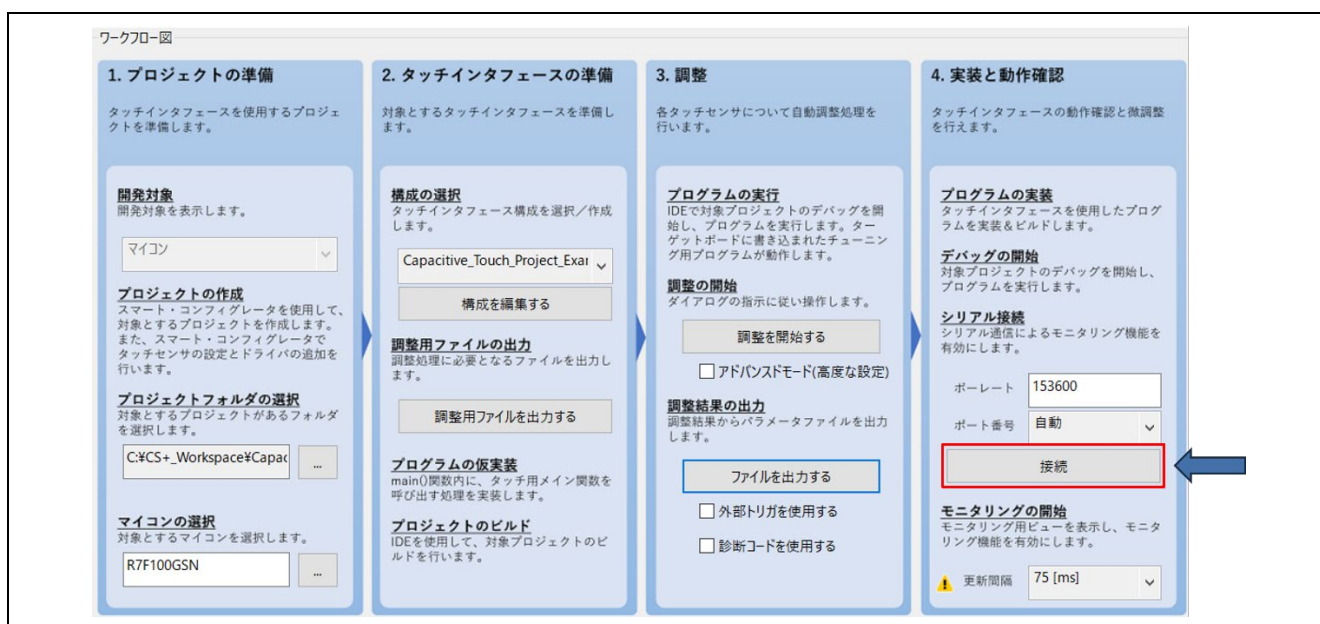

図 8-40 シリアル接続
2. [接続]をクリックして、ターゲットボードとシリアル接続します。図 8-40 の赤枠内の表示が[接続]から[切断]に切り替わります。